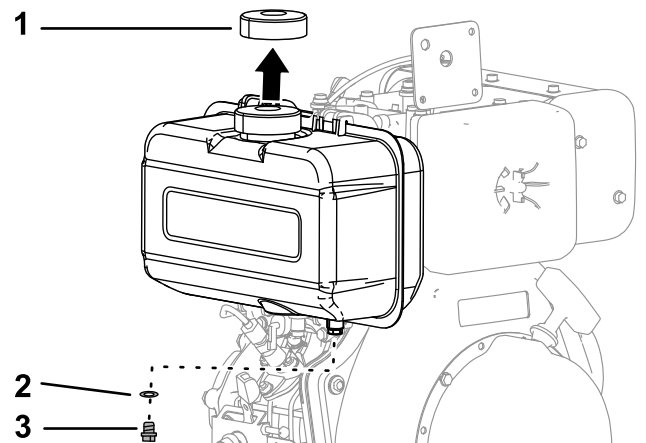

Figura 25
3. Rimuovete il tappo del carburante (Figura 25).
4. Rimuovete il tappo di spurgo e la guarnizione per spurgare il carburante (Figura 25).
10. Montate il tappo di spurgo con una nuova guarnizione (Figura 25).